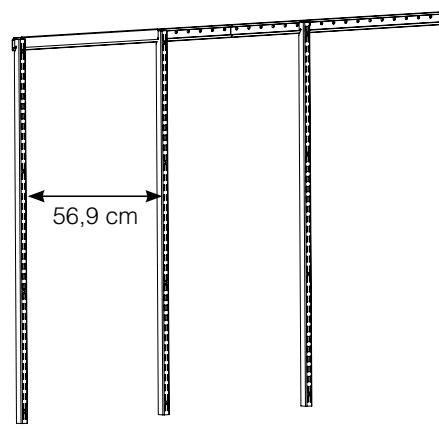

Figure 2
ÉTAPE 4: En débutant par un côté de la garde-robe, accrochez un montant sur le rail d'accrochage et utilisez le cache-rail pour espacer correctement les montants. Procédez ainsi jusqu'au positionnement de tous les montants sur le rail (**Figure 2**).